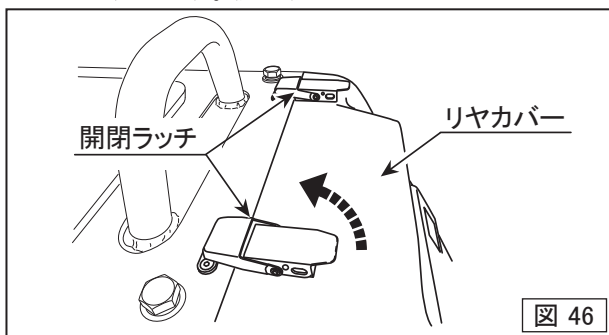

図 46
1. リヤカバー上部の2か所の開閉ラッチを外して、リヤカバーを開けます。(図46)